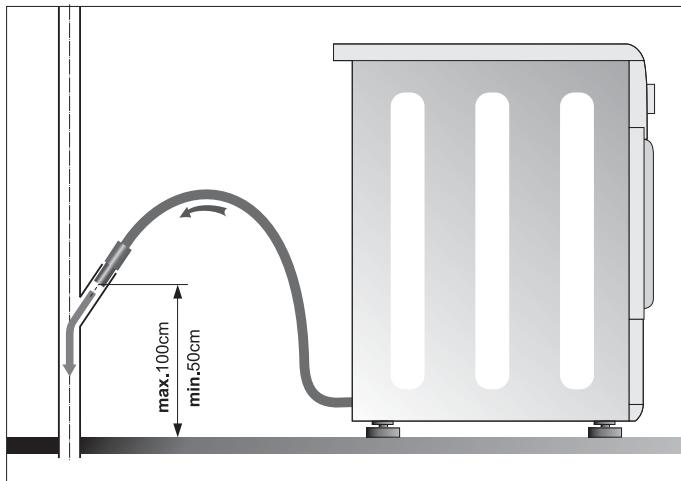

Рис. 13
- наконечник шланга следует установить в ванне или в специальной фасонной трубе канализации (рис. 13 и 14)